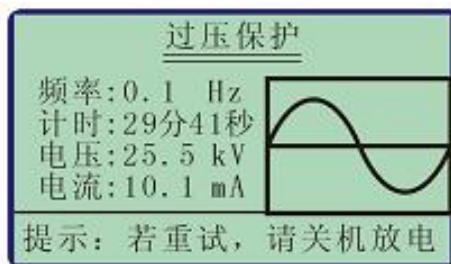
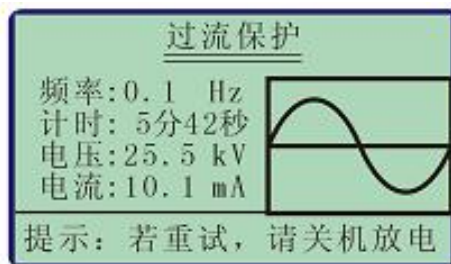

图 13
图 14
- 另外还有两种非正常停机：过压保护停机、过流保护停机。停机后出现图 13，图 14 所示的提示界面。